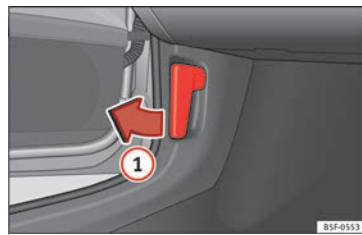

Bild 8 Lossa spaken vid förarens fotutrymme
- Öppna motorhuv: Dra i spaken under instrumentbrädan » bild 8 (1).